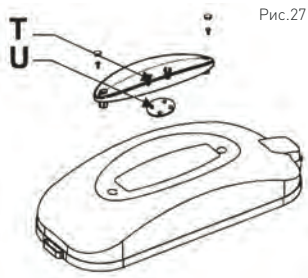

Рис.27
**Предупреждение !** Не погружайте крышки контейнеров с лампочками в любую жидкость. Перед чистой убедитесь, что лампочки откручены в соответствии со следующей инструкцией (смотри Рис. 27):